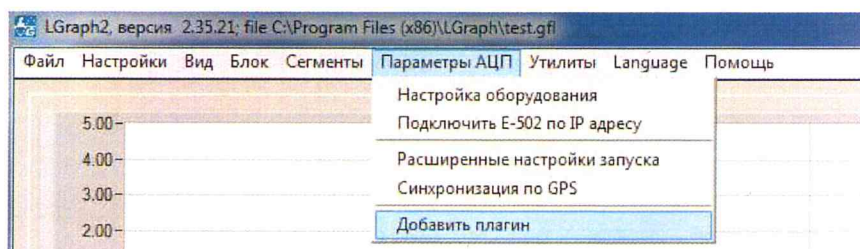

Рисунок 10. Пункт «Добавить плагин»
1) Для расчета и визуализации отведения II по Эйнтховену необходимо вывести сумму I и III отведений. Чтобы вывести сумму сигналов, необходимо добавить плагин «Sumderiv». В верхней панели найдите вкладку «Параметры АЦП» и выберите пункт «Добавить плагин» (рисунок 10);